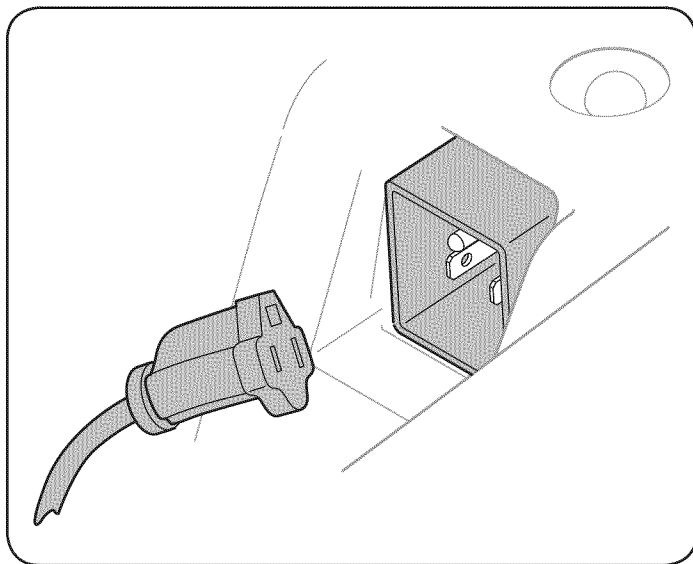

Figura 9
3. Enchufe el cable de extensión en la toma de corriente situada en la mortaja de plástico. Conecte el otro extremo del cable de extensión en un período de tres patas de 120 voltios, tierra, toma de CA en un área bien ventilada. Vea la Figura 9.
1. Inserte la llave de encendido completamente en la ranura, Figura 9. Asegúrese de que encaje en su sitio. NO girar la llave de encendido. El motor no puede comenzar a menos que la clave se inserta en el interruptor de encendido.